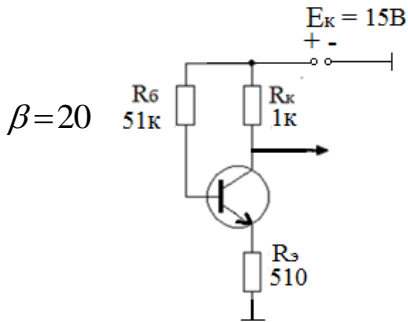

Рис. 2.15
15. Определить $I_б$ схемы на рис. 2.15.